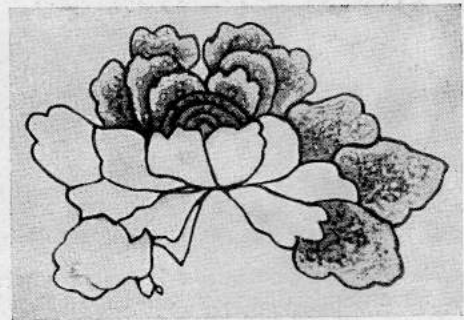

Bild 51
I. Grainer-Arbeit (Bild 51)
Zur Darstellung von Bildern, Tieren, Früchten usw. ist diese Stickart sehr beliebt (farbiges Maschinenstopfgarn oder Maschinenseide). (Bild 51.)